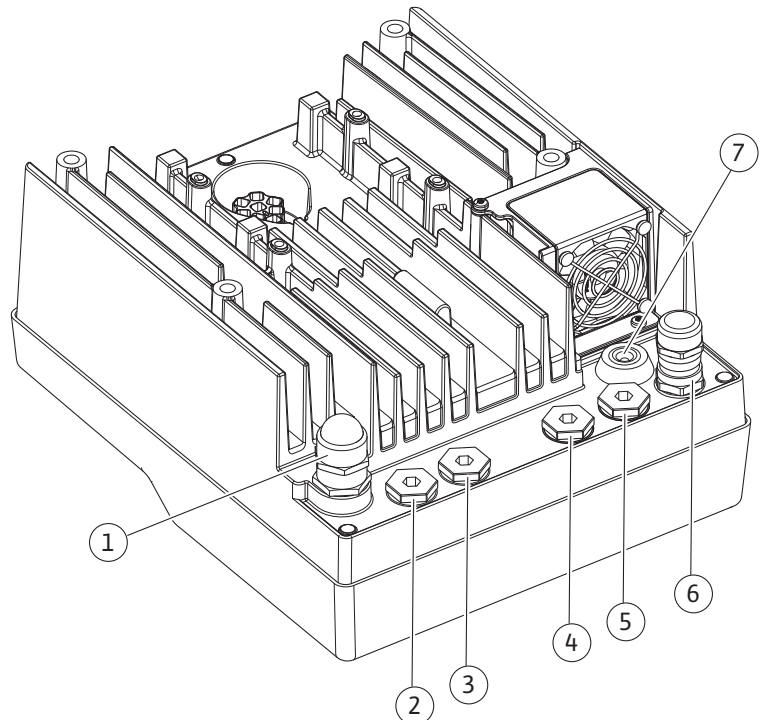

Fig. 10: Kaapeliläpiviennit/kaapeliliitännät
- CIF-moduuli kiinteistöautomaatioon (väyläkommunikointi): Suojaus yhdistetään kaapeliläpivientiin elektroniikkamoduulissa (Fig. 10).
4. Vie liitäntäkaapeli kaapeliläpiviennin M25 (Fig. 10, pos. 1) läpi. Kiristä kaapelin holkkitiiviste annetuilla vääntömomenteilla.